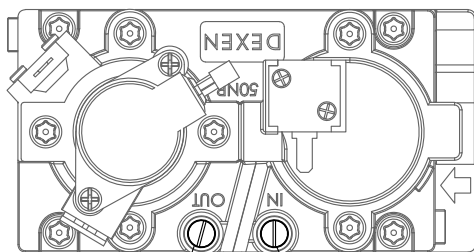

FIGURE 6, Raccords de test de pression
Étape 1: Desserrez la vis du raccord de test de pression d'entrée (IN) (sens antihoraire) sur la valve de gaz. Voir (A) à la **FIGURE 6**.
Étape 1: Desserrez la vis du raccord de test de pression du manifold (OUT) (antihoraire) sur la valve de gaz. Voir (B) à la **FIGURE 6**.